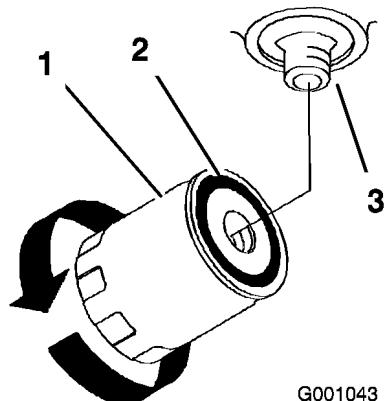

Figure 68
- Appliquez une fine couche d'huile propre sur le joint en caoutchouc du filtre de rechange (Figure 68).
l'adaptateur du filtre. Serrez ensuite le filtre de 1/2 tour supplémentaire (Figure 68).